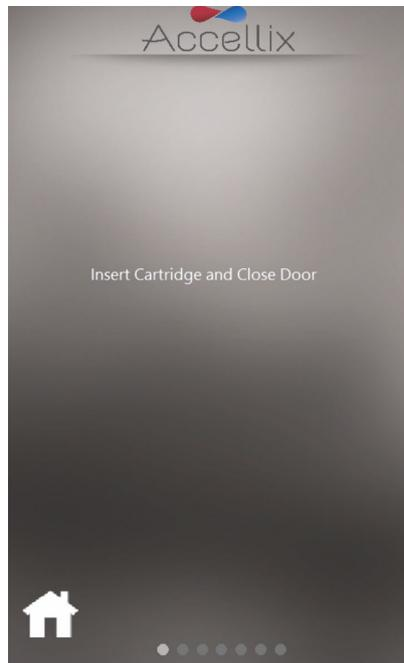

图35：插入芯片屏幕
**注：**此时起，屏幕底部高亮的灰色圆点表示测定运行的当前阶段。（参见图 35）
4. 当仪器提示时（图 35），按下仪器门正面右侧凹陷角并松开，打开门。接着，使用顶部的手柄将芯片往下推，将其插入仪器。芯片插入后，再按住手柄的右侧往下推一点，直到听到并感觉到咔哒一声，确保芯片已完全插入仪器的芯片处理单元 (CHU)。